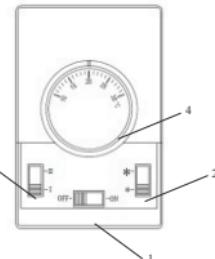

Рис. 4. Пульт управления
7.1 Для включения завесы необходимо перевести переключатель пульта управления (рис. 4)1 в положение “ON”, переключатель 2 перевести в верхнее положение “\*\*” (при этом начинает работать вентилятор завесы) и открыть запорные вентили на водяной магистрали.